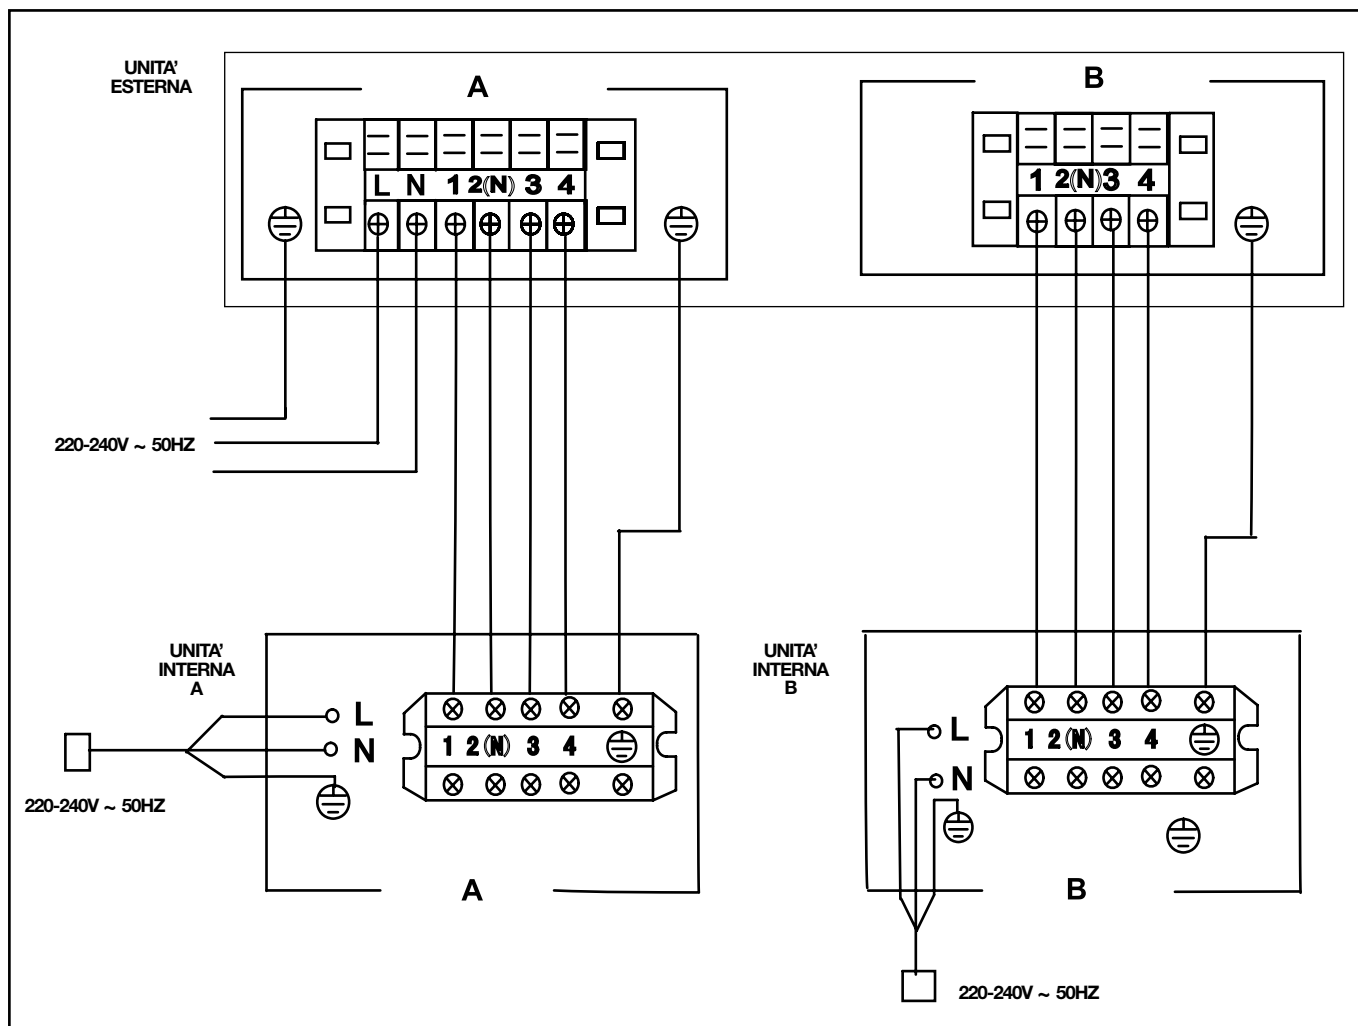

fig.17
3. Collegare i cavi secondo le indicazioni riportate sui terminali (fig. 17).
2. Collegare i cavi alla morsettiera secondo le indicazioni riportate sui terminali e sulla morsettiera (fig. 17).